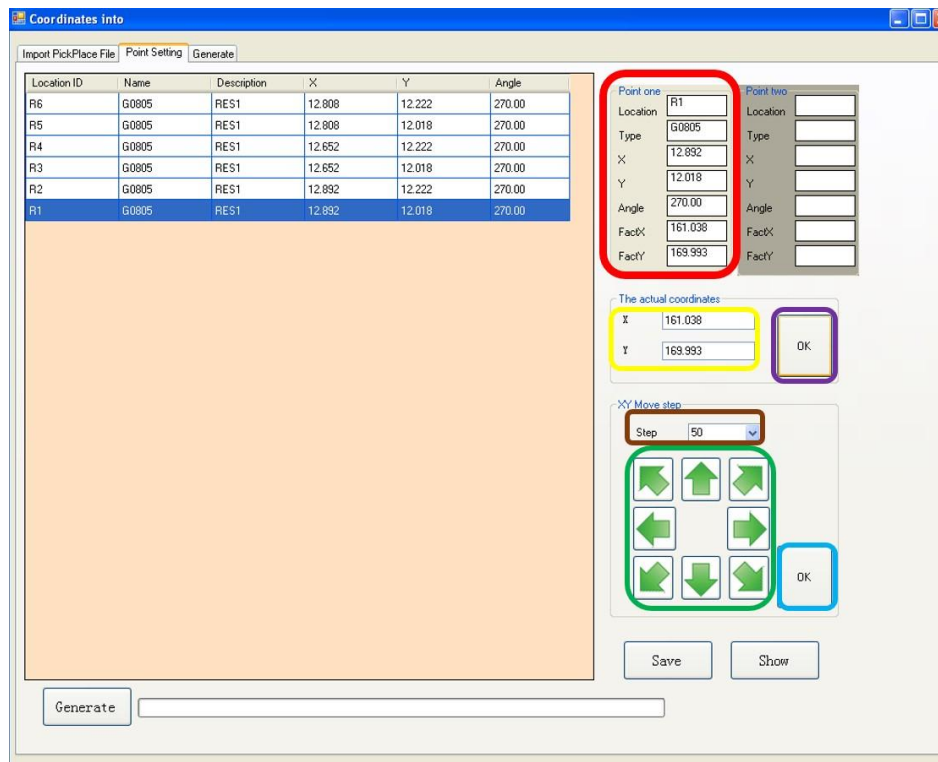

Figura 42. Configuración para la ubicación del primer componente.
13. Seleccione el componente. Los datos del mismo aparecerán en la pantalla como señala el recuadro de color rojo en la figura 42.
14. Ahora mueva la máquina con las flechas señaladas con un recuadro verde en la figura 42.
16. Seleccione el botón Ok que está señalado con un recuadro de color azul claro de la figura 42.
17. En el recuadro de color amarillo de la figura 42 se visualizarán las coordenadas obtenidas.
18. Pulse el botón Ok señalado con el recuadro de color morado en la figura 42.